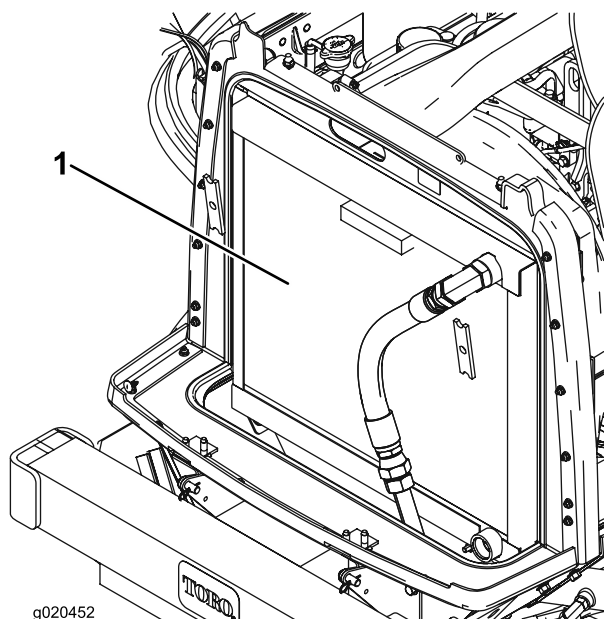

Figure 69
3. Nettoyez soigneusement les deux côtés du radiateur/refroidisseur à l'air comprimé (Figure 69).